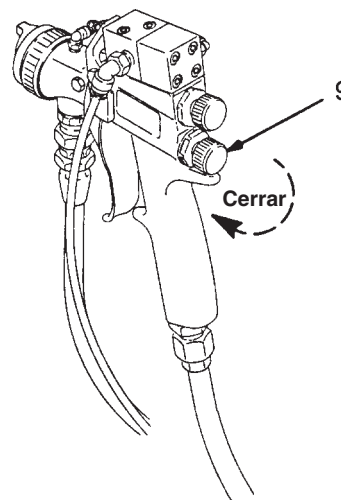

Fig. 11
- D. Nel caso in cui si riveli necessaria un'ulteriore riduzione della portata dell'adesivo, ruotare la manopola di regolazione del fluido (9) in senso orario, in modo da ridurre l'erogazione di adesivo. Ved. Fig. 11.